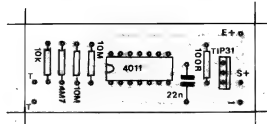

FIG. 4-P
- **FIG. 4-P - “CHAPEADO” DA MONTAGEM** - Agora, passamos à montagem propriamente, usando como gabarito o costumeiro “chapeado”, ou seja: uma vista real da placa, pela sua face não cobreada, com todas as principais peças devidamente posicionadas, identificadas pelos seus códigos, valores e outros detalhes “visuais” importantes... Observem mais cuidadosamente o posicionamento